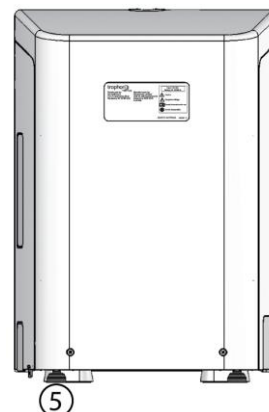

Figura 2
3. Rode os pés posteriores para a direita ou para a esquerda para nivelar (consulte a Figura 2). Verifique se os pés estão desapertados ou se falta algum.